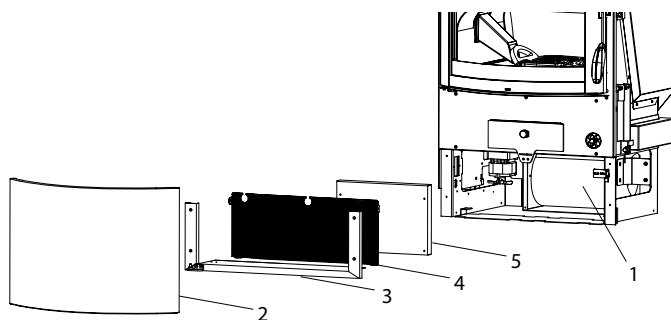

Fig. 6.5.1
Il ventilatore aria (1) (Fig. 6.5.1) è collocato nella parte posteriore bassa della stufa.